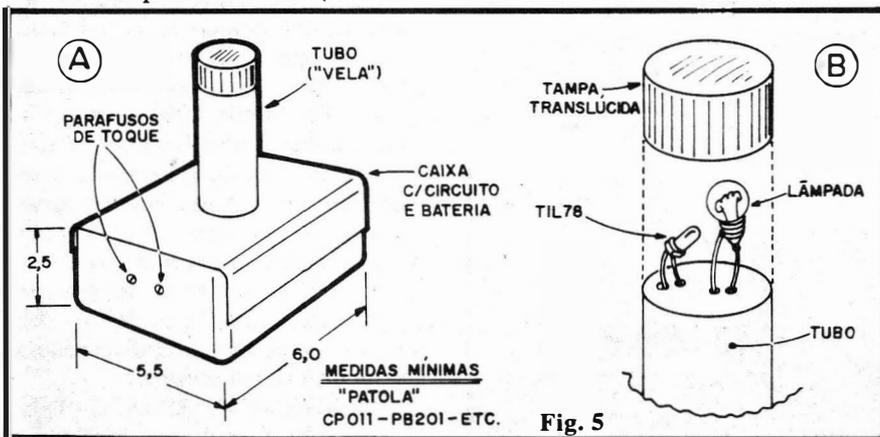

Fig. 5
- **FIG. 5** - Sugestão para "encaixamento" da LAMA e detalhes do conjunto óptico. Em 5-A temos a "cara" final da LAMA, com a plaquinha do circuito e a bateria acomodadas numa caixa com medidas mínimas de 6,0 x 5,5 x 2,5 cm. (sugestões: "Patola" CP011, PB201, etc.). Sobre a caixa básica, um tubo (plástico) medindo aproximadamente 10,0 de altura por 2,5 cm. de diâmetro pode ser fixado com cola de **epoxy** (tipo "Araldite") ou de ciano-acrilato (tipo "Super-Bonder"). No topo desse tubo, uma campânula translúcida deve acomodar o conjunto óptico, formado pela lampadinha e pelo foto-transistor (detalhes em 5-B). É **importante** que o TIL78 tenha sua "cabeça" sensora apontada para a lâmpada, de modo a receber diretamente a luminosidade desta. Uma prática sugestão para o tubo/campânula é o uso de embalagens de remédios ou cosméticos (muitas têm a forma e estrutura recomendada) que, frequentemente, já incluem uma tampa plástica branca ou translúcida, bastante apropriada para a finalidade. Observar que a campânula ou tampa que recobrirá o foto-transistor e a lâmpada **deve** ser translúcida, mas **não transparente**... Se por acaso o Leitor obteve uma tampa em plástico transparente, basta lixá-la levemente (usar lixa fina para madeira), por dentro, para que a transparência dê lugar à translucidez...